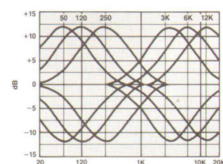

Abbildung 1
**Klangregler.** Das Beste an diesem Klangregelnetzwerk ist der Bypass-Schalter. Damit wird die Wirkung des Treble- und Bassreglers außer Kraft gesetzt, und das unveränderte Signal ist wieder vorhanden. Es steht ein Referenzsignal zur Verfügung, das bei den vielfältigen Einstellmöglichkeiten eine sehr große Hilfe ist. „Bass“ regelt die Tiefen über einen Frequenzbereich von 1,5 Oktaven bei 50 Hz, 120 Hz und 250 Hz, während „Treble“ bei 3000 Hz, 6000 Hz oder 12000 Hz die Höhen reguliert (Abbildung 1).